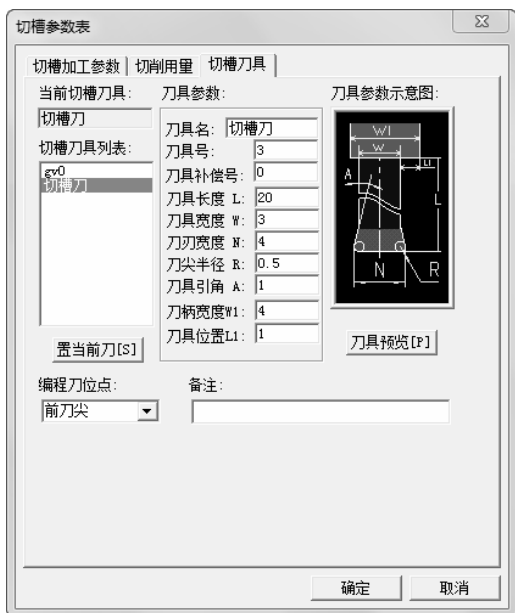

图 6-89 切槽刀具参数设定
3) 单击“轮廓车刀”选项卡，如图 6-89 所示。选择刀具库中刀具方法如下：在“切槽刀具列表”下面的复选框中直接单击“切槽刀”按钮，使它变为蓝色，然后单击“置当前刀”按钮，即调出了上一节在刀具库中设置的切槽刀，具体参数如图 6-89 所示。